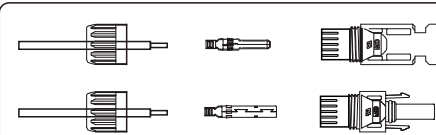

Figure 5.13 Démontez l'écrou borgne du connecteur
1. Dénudez le fil CC sur environ 7 mm et démontez l'écrou borgne du connecteur (voir la figure 5.13)